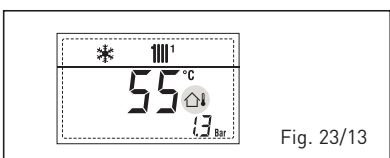

Fig. 23/13
- INTERVENÇÃO TERMÓSTATO DE SEGURANÇA PRIMEIRA ZONA MISTURADA “ALL 20” (fig. 23/14)